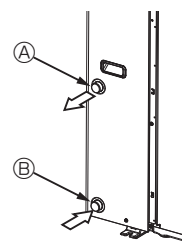

Fig. 4-1
4.1. Vannrørtilkobling (Fig. 4-1)
- Inngangs- og utgangsrørposisjon vises på Fig. 4-1.
[Fig. 4-1]